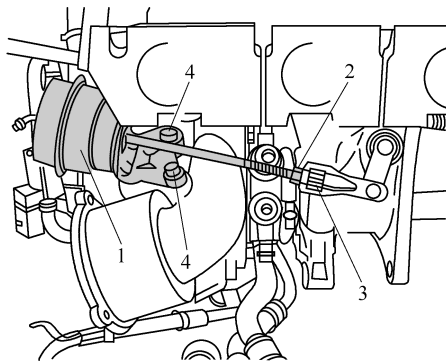

图 2-6-3 拆卸废气涡轮增压器的压力罐
- 4) 松开防松螺母 2, 旋出调节螺母 3, 旋出螺栓 4, 并取下压力罐 1, 如图 2-6-3 所示。